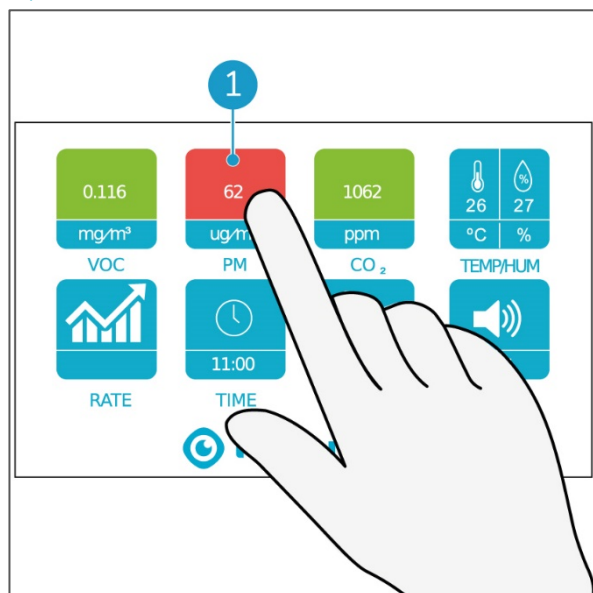

Figura 12
1. Toca con el dedo el botón PM (Figura 12, pos. 1).